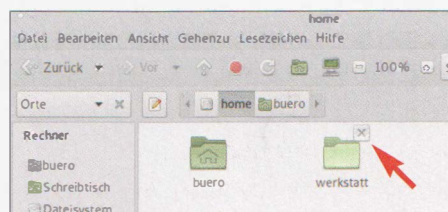

Bild 29: Sprung nach */home*; der Ordner *werkstatt* ist gesperrt, erkennbar am X
- Je nach verwendetem Dateimanager klicken Sie auf ein Pfeilsymbol, das nach oben deutet (*übergeordneter Ordner*) oder einem Pfeil nach links im oberen Fensterbereich neben dem Home-Verzeichnis (hier: *buero*), Bild 29. Nach dem Anklicken des zutreffenden Symbols befinden Sie sich im Verzeichnis */home* bzw. müssen extra nochmals darauf klicken.
- So abgeschottete Verzeichnisse sind am Schloss oder einem X erkennbar, wie in Bild 29.